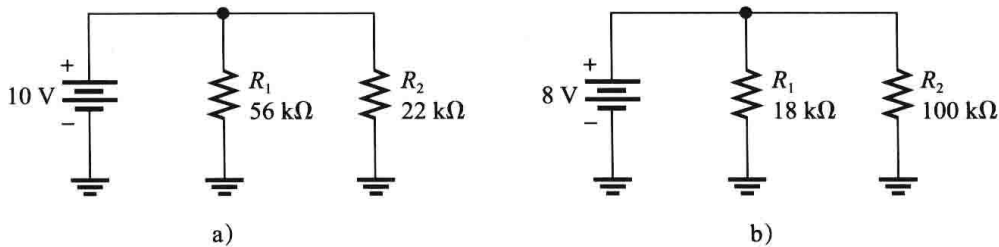

图 5-56 习题 13 图
13. 在图 5-56 所示的电路中，每个电阻器的电流分别是多少？